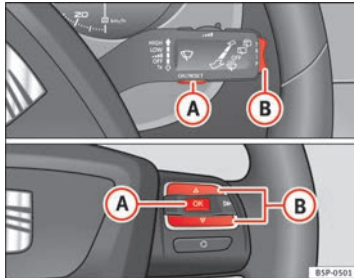

Abb. 41 Wipptasten A und B. Bedienelemente am Lenkrad.
- Zum Umschalten von einem Speicher auf einen anderen drücken Sie bei eingeschalteter Zündung kurz die Taste ⇒ Abb. 41 **A** am Scheibenwischerhebel oder die Taste **A** der Bedienelemente am Lenkrad ⇒ Abb. 41.